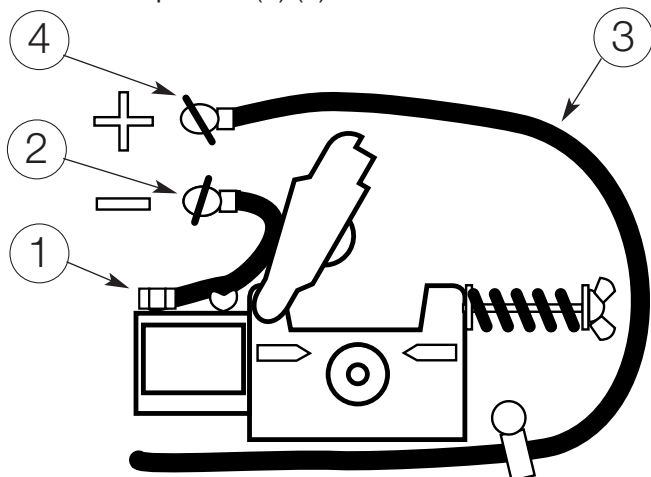

FIGURE A.4
- Pour l'Innershield uniquement : Se reporter à la figure A.4. Pour obtenir la polarité négative (nécessaire pour le procédé Innershield), connecter le câble court fixé au bloc connecteur (1) à la borne de sortie négative (-) (2) et le câble de retour (3) à la borne positive (+) (4).